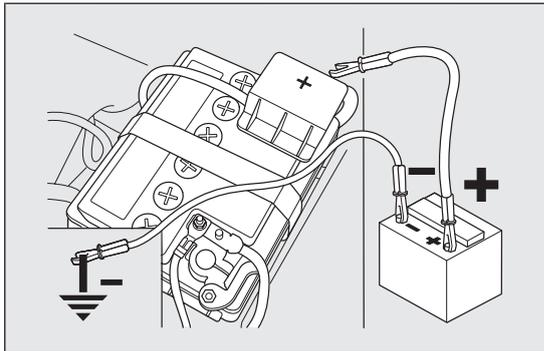

fig. 140
- conectar los bornes positivos (signo+ cerca del borne) de las dos baterías con un cable adecuado fig. 140